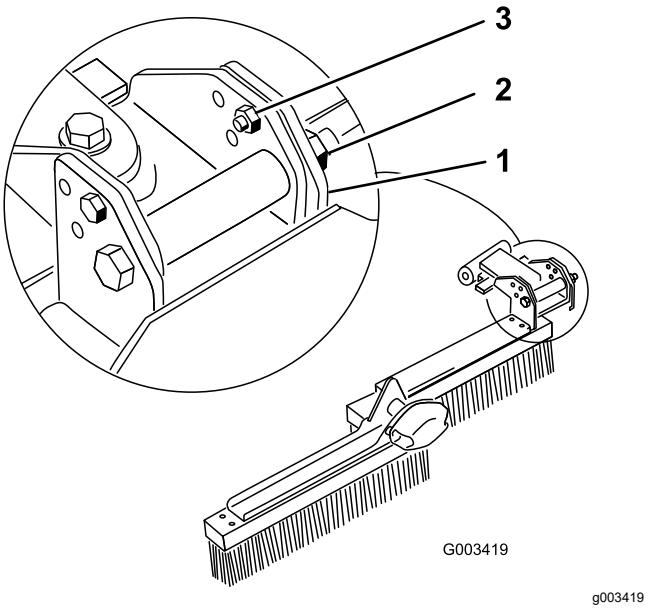
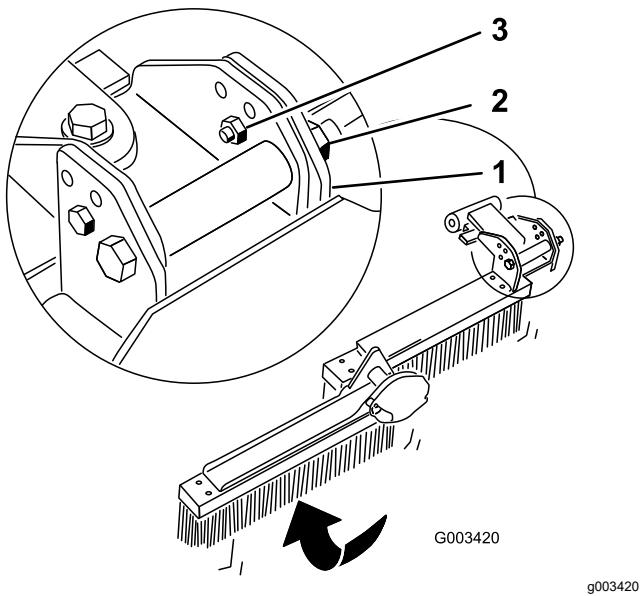

图 14
图 15
1. 松开固定清扫机头枢轴支架的螺母和螺栓图 14。
2. 从清扫机头枢轴支架上卸下 2 个调节螺栓和螺母图 14。
3. 将调节螺栓和螺母安装到所需位置并固定如图 14、图 15 和图 16 所示。